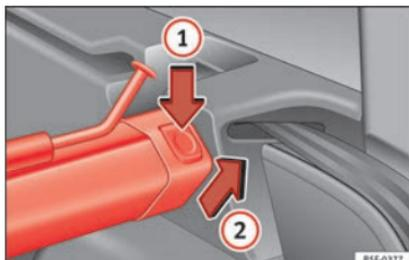

Fig. 125 En el maletero: desmontar la red de separación.
- Presione la tecla de desbloqueo izquierda o derecha » fig. 125 en el sentido de la flecha ①.
- Extraiga la carcasa del soporte en el sentido de la flecha » fig. 125 ②.
- Presione la carcasa en los soportes izquierdo y derecho en el sentido contrario al de la flecha » fig. 125 ② hasta que encastre.